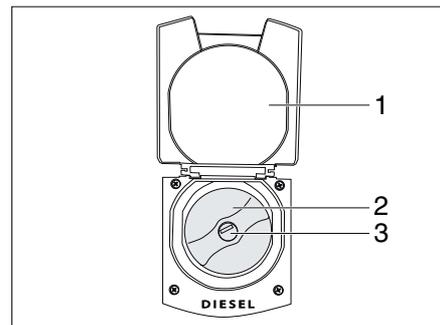

Bild 31 Geöffnete Verschlussklappe mit Kraftstoff-Einfüllstutzen
- Verschlussklappe (Bild 31,1) schließen.